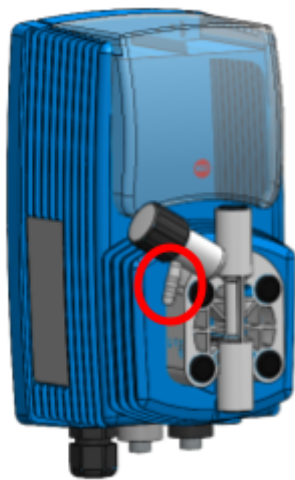

Figure 48.
- Préparation : Fixez solidement le tuyau sur la seringue et raccordez l'autre extrémité du tuyau au raccord de purge de la tête de pompe (voir figure 48).